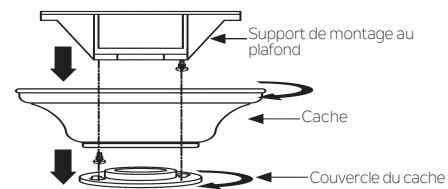

Fig. 5
Étape 1. Retirer le couvercle décoratif inférieur en le tournant dans le sens antihoraire. (Fig. 5)
Étape 2. Retirer le support de montage au plafond du cache en enlevant l'une des deux vis (la conserver pour la suite). Desserrer la vis restante d'un demi-tour. (Fig. 5)